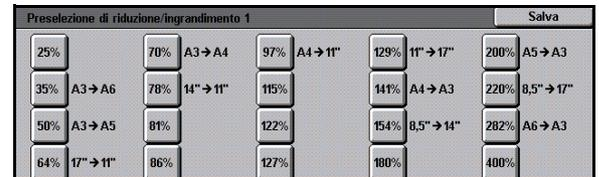

Fig. 45: Schermata Preselezione di riduzione/ingrandimento
- Se è stata selezionata un'opzione di Preselezione di riduzione/ingrandimento, selezionare il pulsante corrispondente alla percentuale di riduzione/ingrandimento desiderata nella schermata Preselezione di riduzione/ingrandimento (Fig. 45).